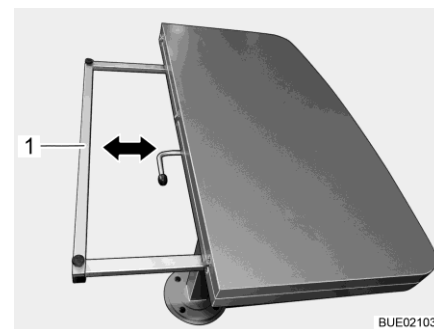

Bild 105 Förminska bordsskiva
- Håll stödramarna (Bild 105,1) på båda sidor och skjut den jämnt under bordsskivan tills den stannar.